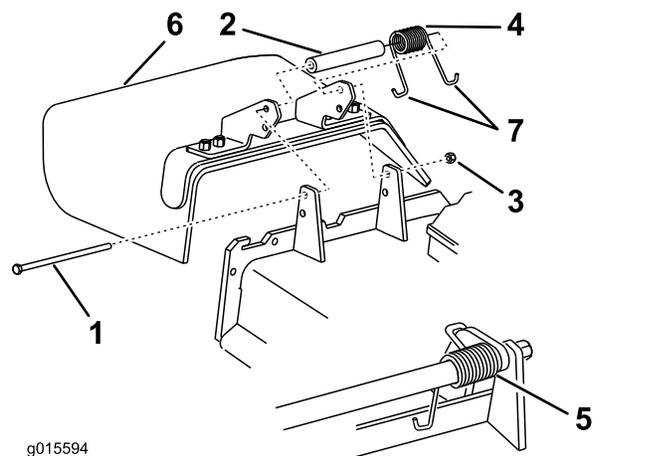

Figure 125
- Retirez le contre-écrou, le boulon, le ressort et l'entretoise qui fixent le déflecteur aux supports de pivot (Figure 125).
- Enlevez le déflecteur s'il est endommagé ou usé (Figure 125).
Remarque: Prenez soin de placer une extrémité en J du ressort derrière le bord du tablier avant de mettre le boulon en place, comme montré à la Figure 125.
- Placez une extrémité en J du ressort autour du déflecteur d'herbe (Figure 125).